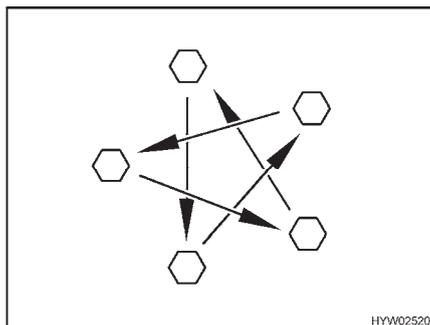

Fig. 140 Apretar las tuercas o los tornillos de las ruedas en forma de cruz
- Comprobar periódicamente que las tuercas o tornillos de las ruedas estén firmemente apretados. Reajustar en forma de cruz (Fig. 140) las tuercas o tornillos de las ruedas después de cambiar una rueda, al cabo de 50 km.